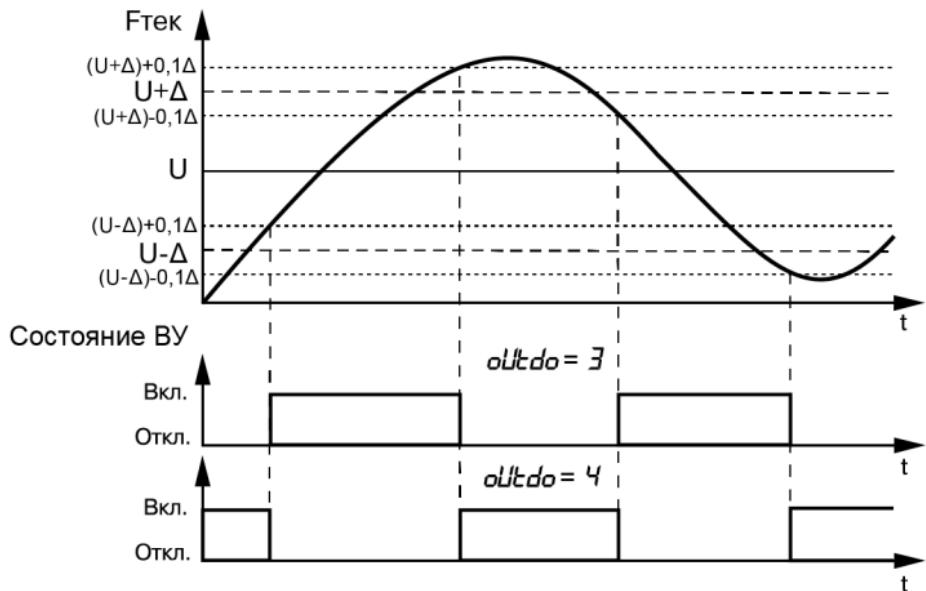

Рисунок 7.7 – Типы логики (П- и У-образная) при работе ВУ в качестве компаратора
1. При П- или У-образной логике для подавления дребезга при переключениях существует дополнительный гистерезис срабатывания 5 % от диапазона между границами (2Δ) (см. рисунок 7.7).